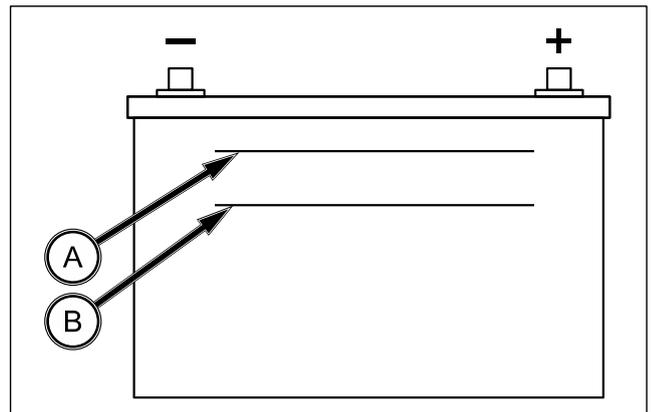

FIG. 110
FIG. 110: Se debe inspeccionar el electrolito de la batería. Asegúrese de que el nivel de electrolito se encuentra entre la referencia superior (A) y la referencia inferior (B). Cuando el nivel está por debajo de la referencia inferior, añada agua destilada.